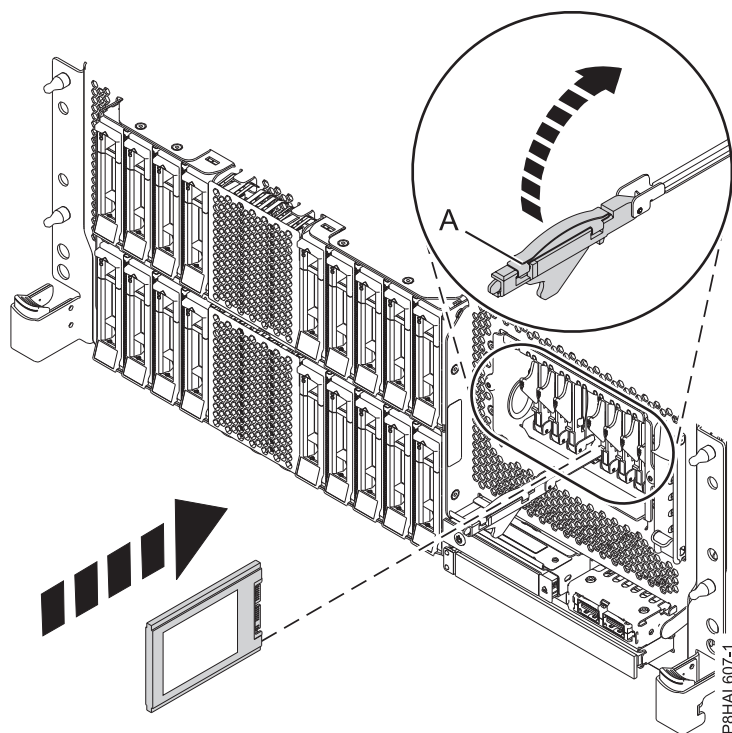
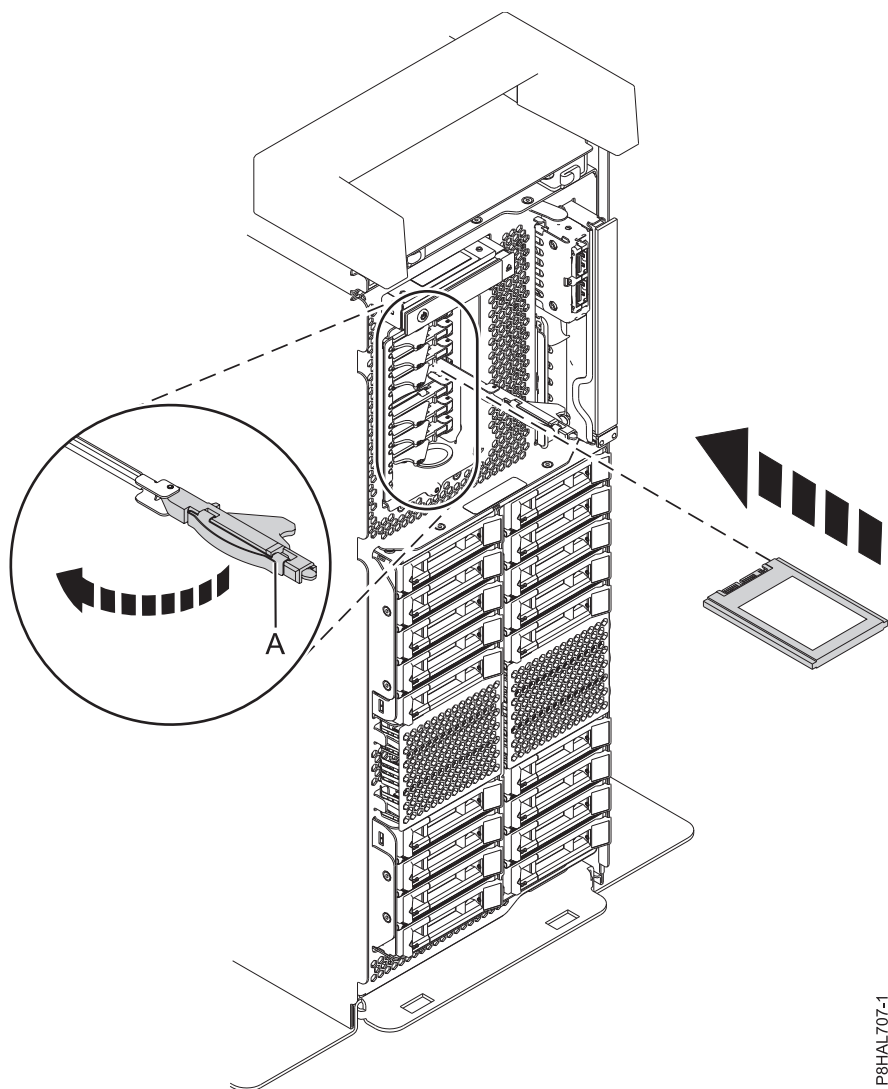

Figura 50. Instal·lació d'una SSD en un sistema de funció expandida 8286-41A o 8286-42A muntat en bastidor
Figura 51. Instal·lació d'una SSD en un sistema de funció expandida autònom
14. Amb la nansa del compartiment d'unitats SSD (A) en posició desbloquejada, feu sortir la palanca per poder accedir a les guies de la ranura SSD. Agafeu la part inferior de l'SSD mentre l'alineeu amb les guies de la ranura SSD. Consulteu Figura 50 i Figura 51 a la pàgina 56.
18. Bloquegeu la unitat fent girar la nansa del compartiment (A) en la direcció que es mostra a Figura 50 i Figura 51 a la pàgina 56.